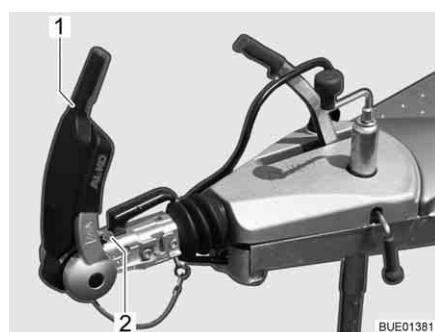

Fig. 156 Indicatore guarnizioni di attrito davanti e dietro
- Aprire la maniglia di stabilizzazione (Fig. 156,1).
**Guarnizioni di attrito davanti e dietro** Il controllo avviene mediante l'indicatore che si trova davanti alla maniglia del gancio (Fig. 156,2).